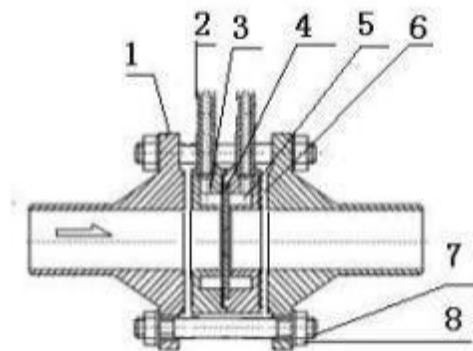

图 2 标准环室孔板结构图
②按取压方式分类
- (1) 角接钻孔取压； (2) 角接环室取压 (3) 法兰取压； (4) 径距取压；
④图 2、标准环室孔板节流装置结构图